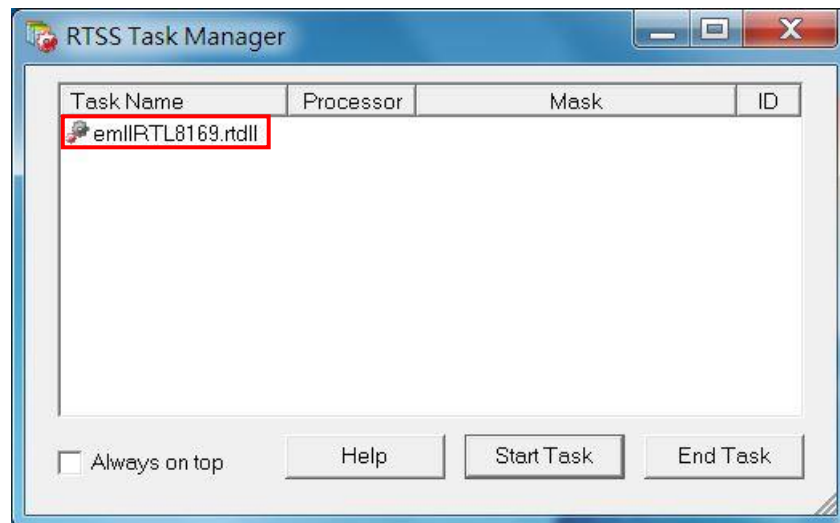

Figure 2.2.13 成功將檔案掛載至 RTX 系統
- Step 4：完成網路卡驅動程式掛載至 RTX 系統，如 Figure 2.2.13 所示。